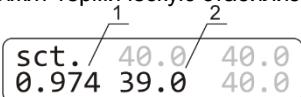

Рисунок 5. Изменение коэффициента: 1. Коэффициент калибровки; 2. Температура с текущим коэффициентом
- 6.4.6. С помощью кнопок Δ и $\nabla T ({}^{\circ}\text{C})$ измените коэффициент калибровки (рис. 5/1) так, чтобы новое значение температуры (рис. 5/2) соответствовало показанию независимого сенсора. В нашем примере, коэффициент равен 0.974.